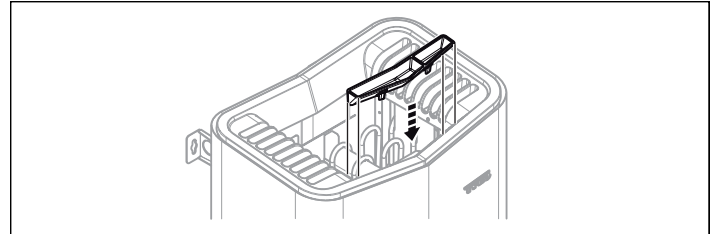

Рисунок 12: Установка контейнера для ароматизатора/увлажнителя воздуха
- Установите чашу для трав/увлажнитель воздуха (см. рис. 12).